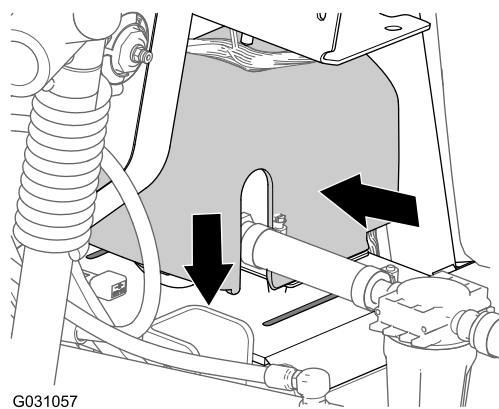

図 122
2. すすぎポンプのカバーを、すすぎポンプ用サドルプレートに合わせる 図 122。
3. すすぎポンプのカバーを両側から同時に押して、カバーについているタブをサドルプレートに合わせる 図 122。
4. スロットにタブを差し込み、カバーを両側から押していた力をゆるめる 図 122。